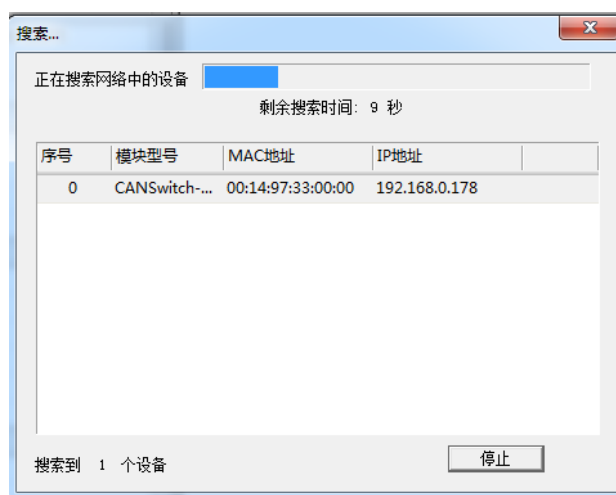

图 4.4 ZNetCom 软件搜索设备
5. 单击搜索设备 出现如图 4.4 所示界面, 可以获知设备 IP 地址。